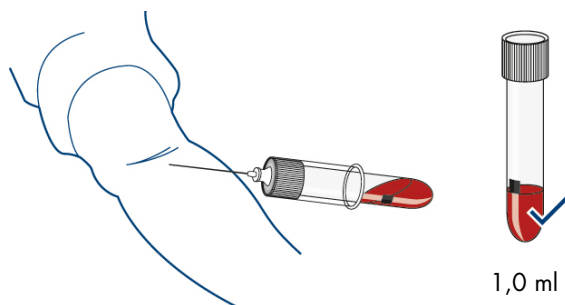

Figure 1. Prélèvement direct du sang dans le QIAreach QFT Blood Collection Tube et volume de remplissage approprié.
3. Pour chaque patient, prélever 1 ml de sang par ponction veineuse directement dans le QIAreach QFT Blood Collection Tube (voir figure 1). Cette procédure doit être effectuée par un préleveur expérimenté.